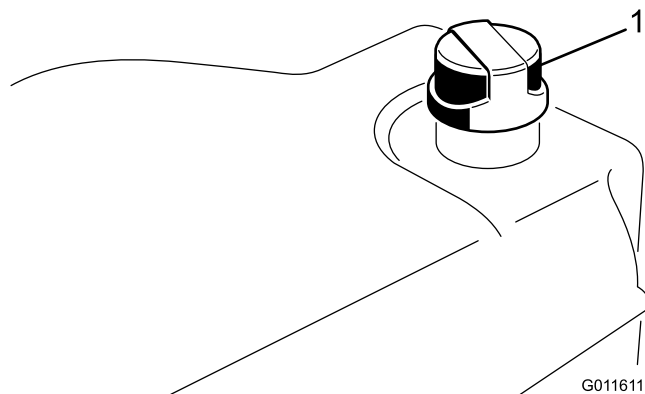

Figura 20
2. Limpe a zona em redor do tubo de enchimento e da tampa do depósito hidráulico (Figura 20).